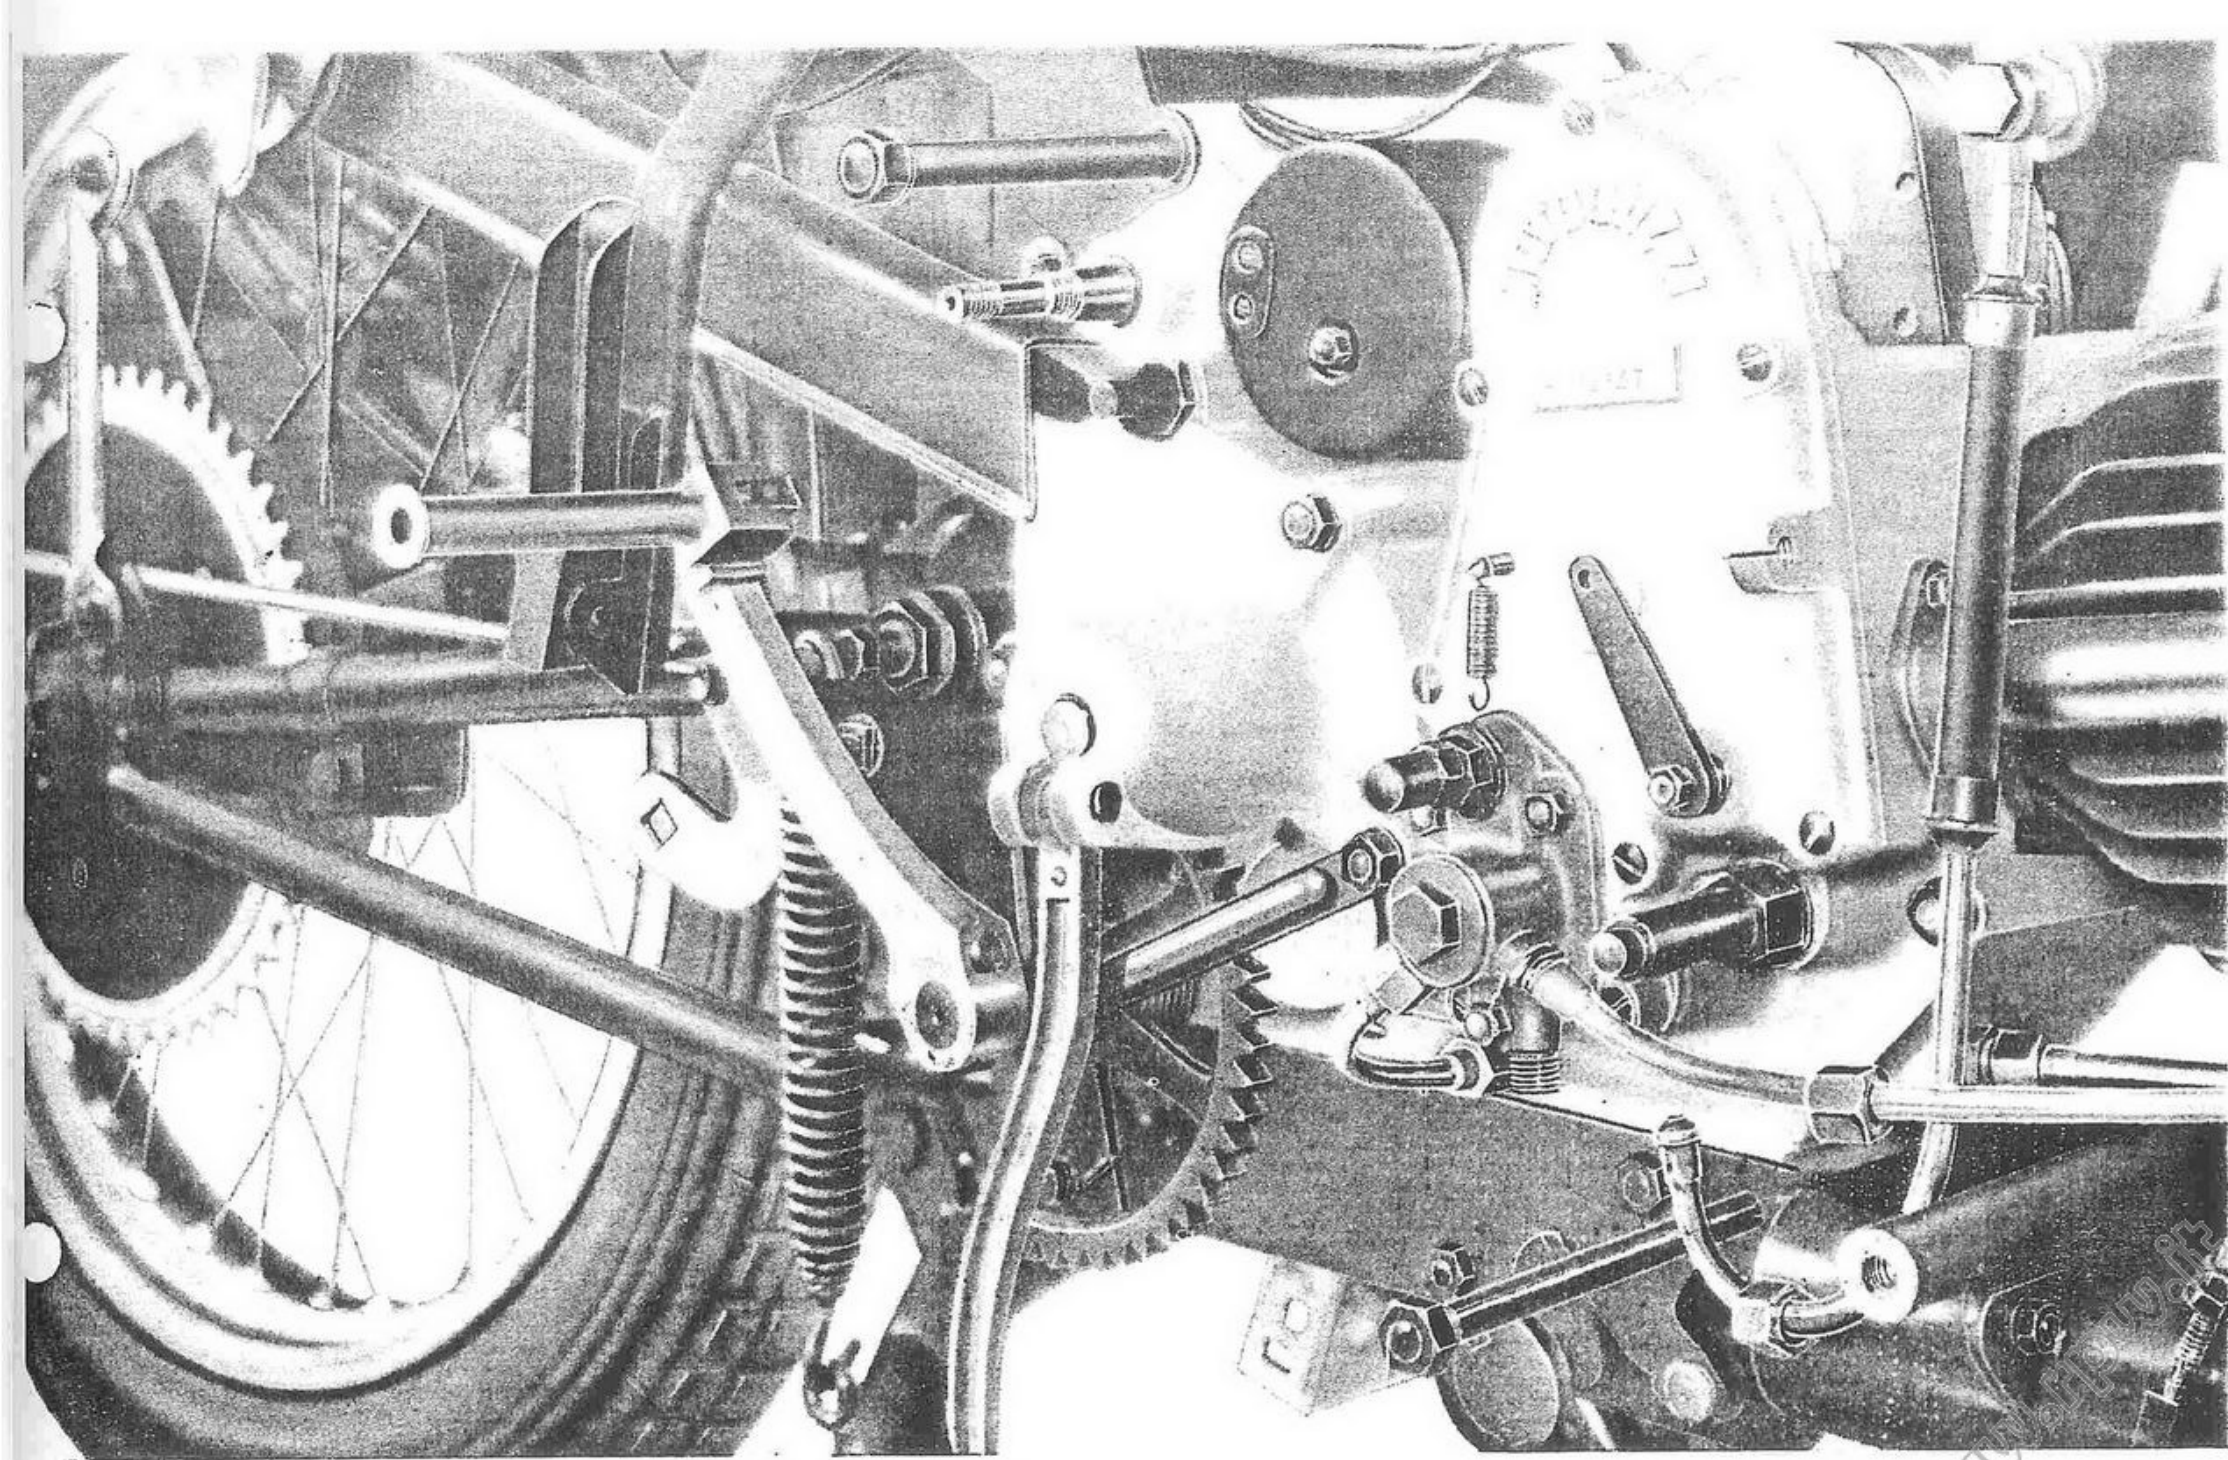

Fig. 7 - Si noti una parte dei perni per fiss. motore parzialmente sfilati
- i perni che fissano il motore alle piastre. Sono quattro: il posteriore superiore si sfilava a destra; il posteriore inferiore si sfilava a sinistra; gli altri due si possono sfilare indifferentemente da ambo i lati (vedere fig. 7).